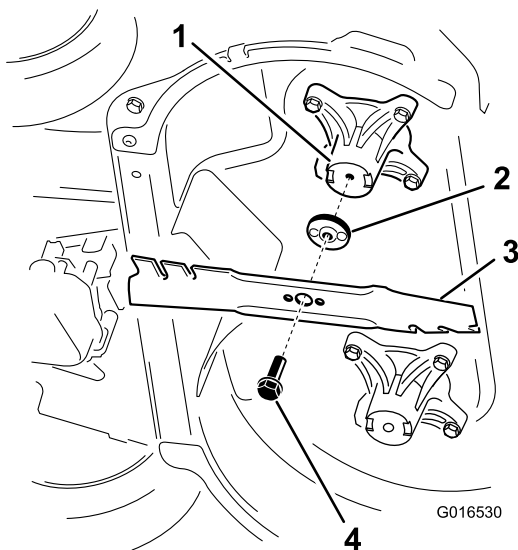

Figura 37
1. Instalezi prima lamă astfel încât să fie orizontală, alături de toate componentele de montaj, aa cum este indicat în Figura 37.
2. Îndepărtați fiecare lamă, aa cum se arată în Figura 37.